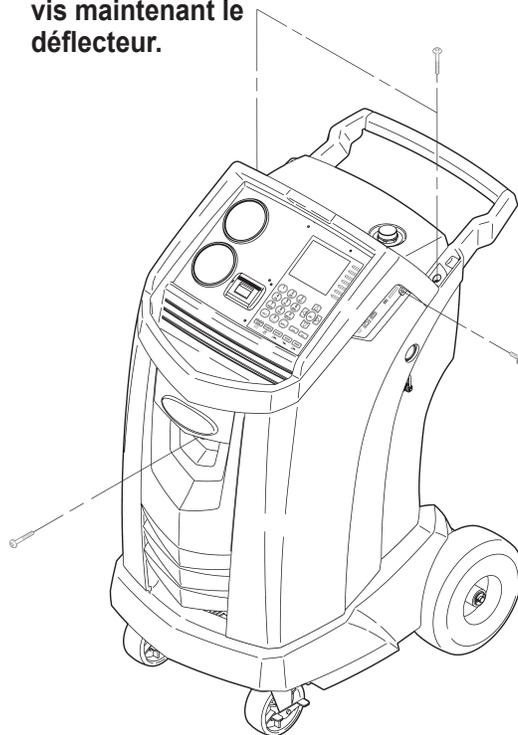

Figure 21
2. Retirez la bouteille d'huile et les quatre vis maintenant le déflecteur. Voir la figure 21. Accrochez le déflecteur à l'arrière de la machine.